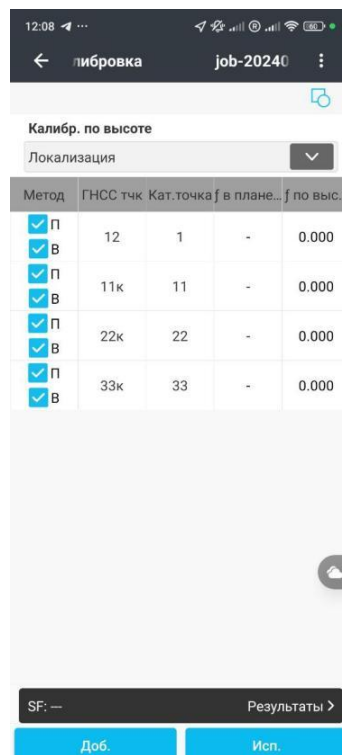

Рисунок 4.1.4
4. Связав таким образом все пункты, проверить невязки связки в плане и по высоте. Если все устраивает нажимаете **Использовать** (Рисунок 4.1.4).